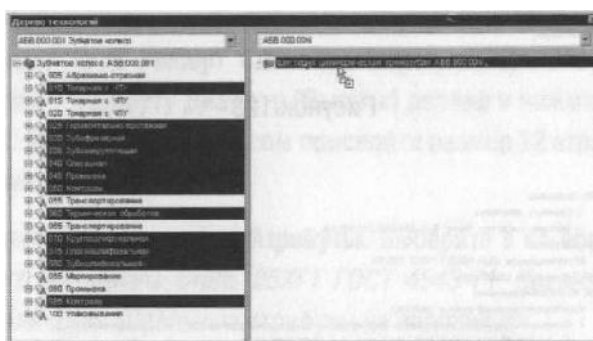

Рисунок 122
8. Нажмите клавишу <Ctrl> и, не отпуская её, выделите мышью в левой части дерева технологий последовательно операции *010 Токарная с ЧПУ*, *015 Токарная с ЧПУ*, а также операции *025 - 050*, *060*, *070-080* и *095*. Не отпуская левой кнопки мыши, перетащите выделенные операции в правую часть окна на наименование нового ТП (рис. 122).